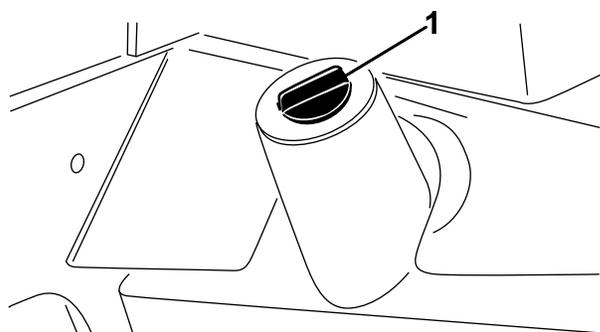

Figura 28
2. Pulite attorno al collo del bocchettone e del tappo del serbatoio idraulico (Figura 28).